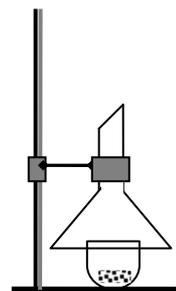

Рис. 14. Установка для получения оксида фосфора(V)
**А. Синтез мета-кислоты.** Положить в фарфоровый тигель 1,5 г красного фосфора, укрепить в штативе стеклянную воронку, как показано на рис. 14. Зажечь фосфор с помощью горячей лучины (после этого лучину погрузить в раствор  $\text{KMnO}_4$  – зачем?). Опустить воронку на тигель на расстояние 1 см от стола. Что наблюдается? После прекращения горения вставить воронку в пробирку. Что происходит при выдерживании на воздухе продукта, осевшего на стенках воронки? Смыть его в пробирку 2 мл воды (с помощью капельницы) и сохранить для опыта Б.